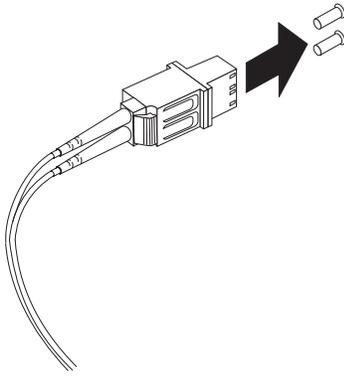

Figura 3-17. Removendo as Tampas de Proteção do Adaptador de Cabo LC-SC
3. Remova as duas capas protetoras da extremidade do conector LC do adaptador de cabo LC-SC, conforme mostrado em Figura 3-17 na página 3-13. Guarde as tampas protetoras para uso futuro.